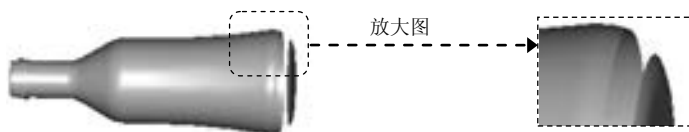

图 5.20.1 注意抽壳特征的顺序
Step2. 将底部圆角半径从 R5 改为 R15, 然后选择下拉菜单 **编辑(E)**  **再生(R)** 命令, 会看到瓶子的底部裂开一条缝, 如图 5.20.1 所示。显然这不符合设计意图, 之所以会产生这样的问题, 是因为圆角特征和抽壳特征的顺序安排不当, 解决办法是将圆角特征调整到抽壳特征的前面, 这种特征顺序的调整就是特征的重排顺序 (Reorder)。